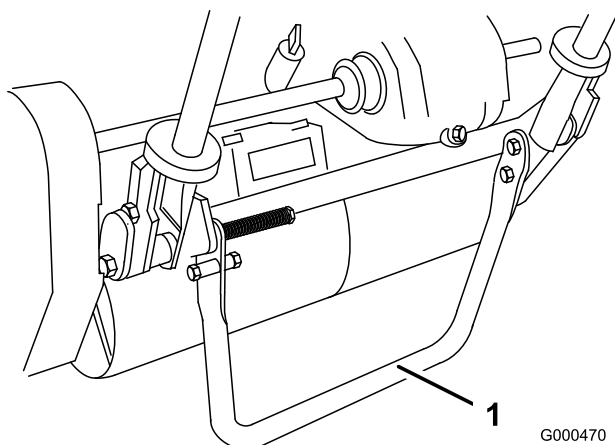

Figura 16
1. Baje el soporte con el pie, y tire hacia arriba del manillar hasta que el soporte haya girado hacia delante, pasando el centro del arco (Figura 16).